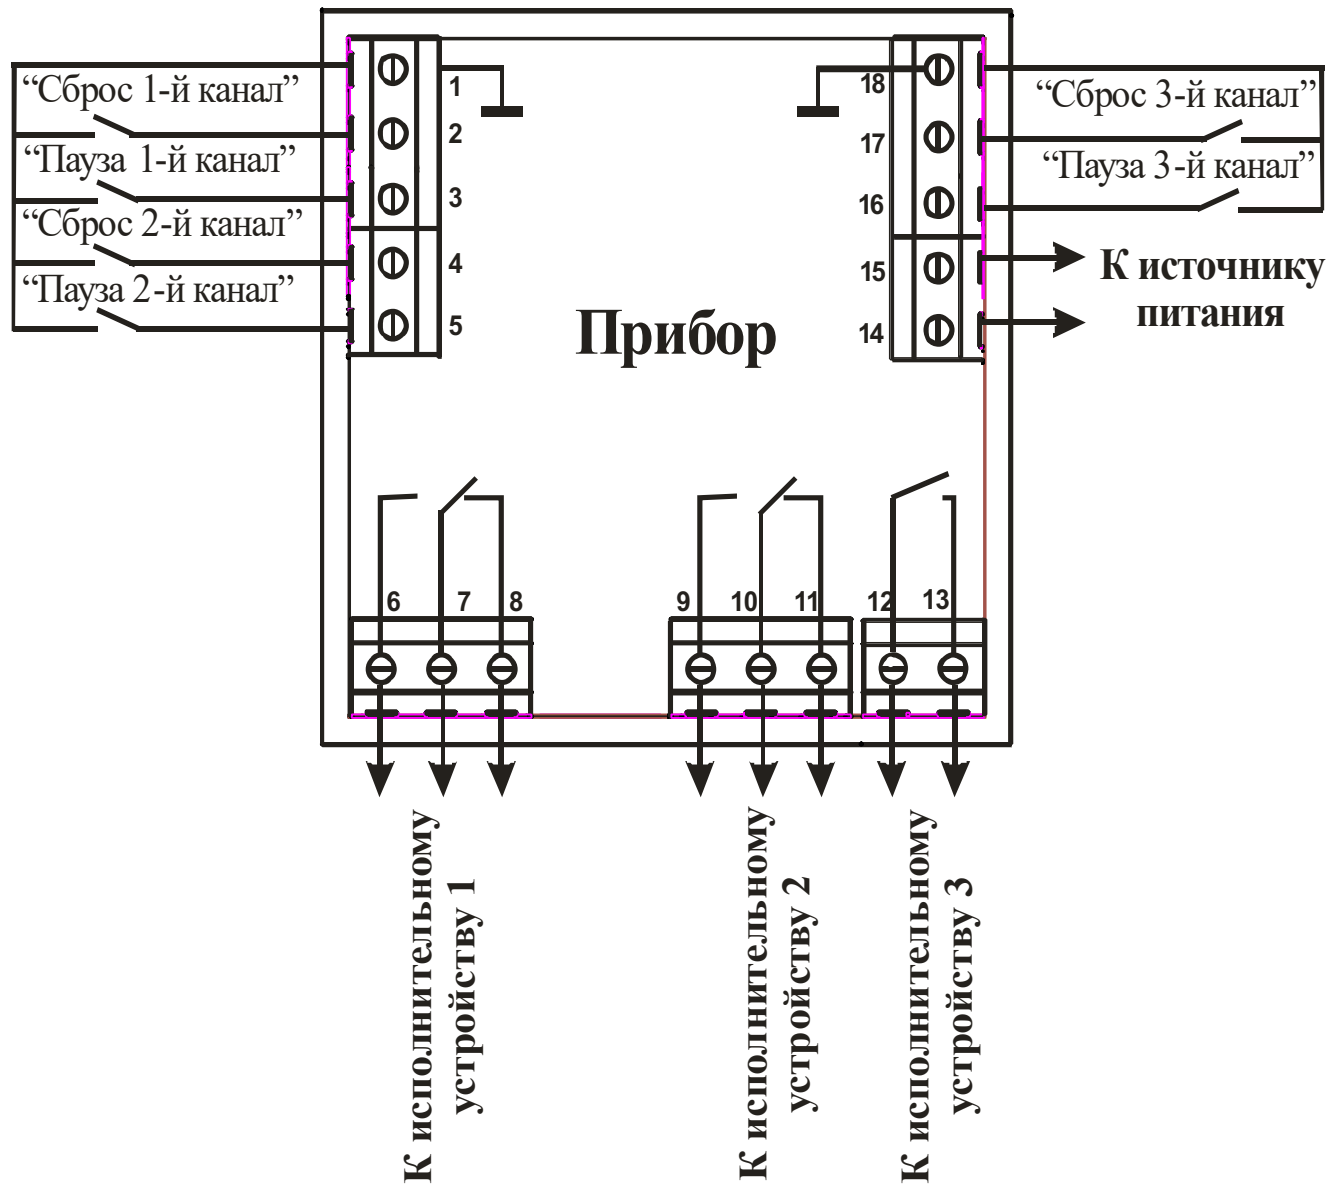

Рисунок 7.1 – Схема підключення блоку живлення і зовнішніх пристроїв
7.3 Підключіть прилад з урахуванням розташування контактів на задній панелі приладу (див. рисунок 7.1).